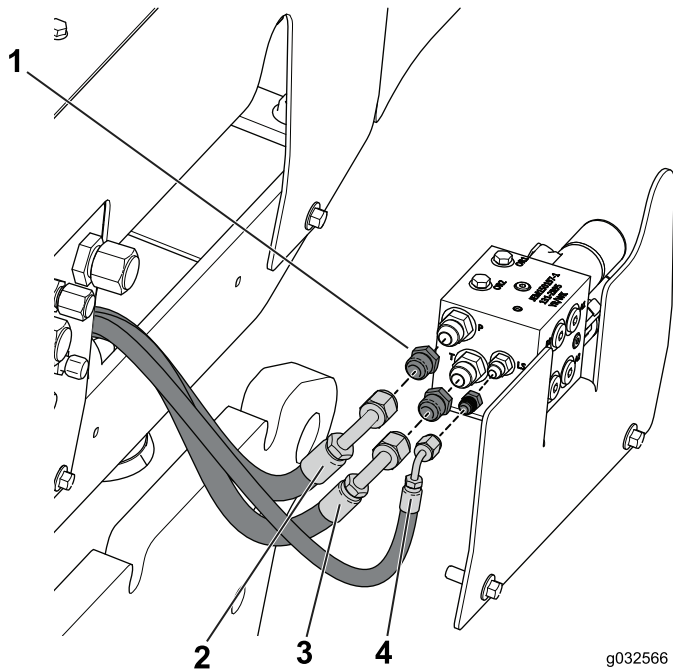

Figura 4
9. Conecte las mangueras hidráulicas a los acoplamientos de la válvula de solenoide, según se muestra en Figura 4.